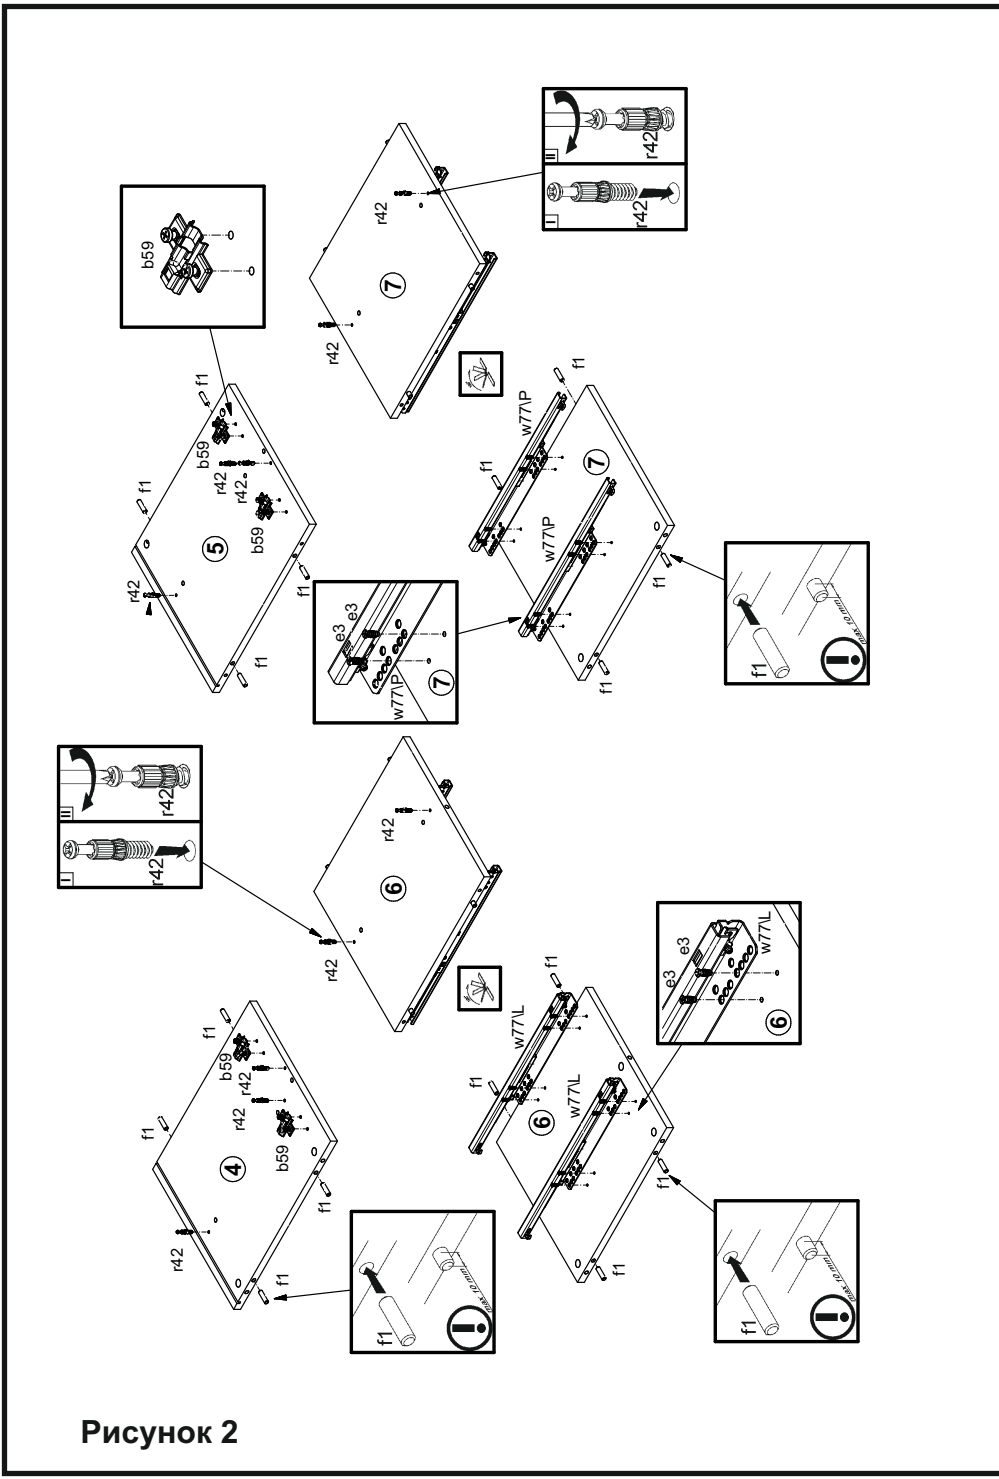
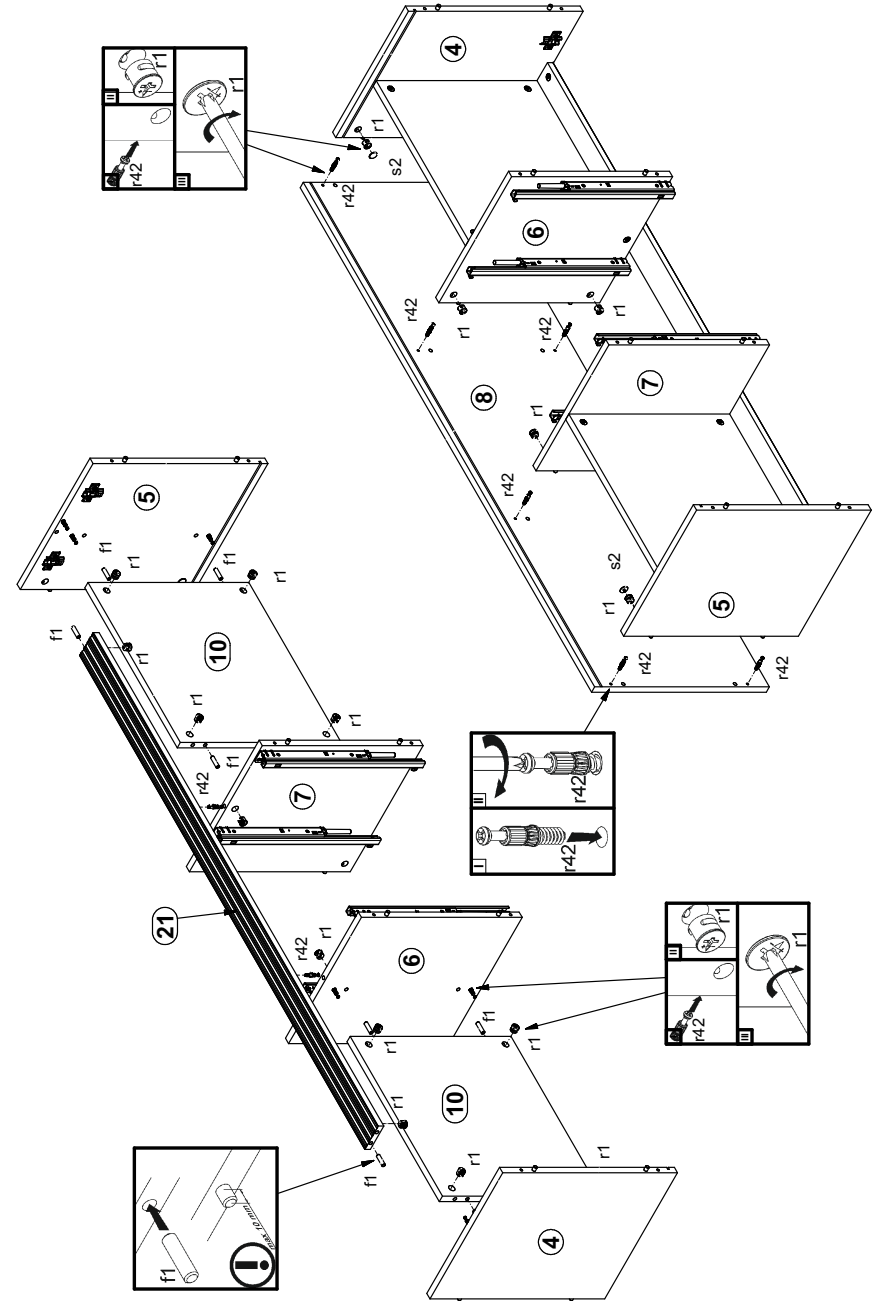

Рисунок 2
Рисунок 3
2. В отверстия Ø8 мм на верхних и нижних кромках стенок боковых 4, 5, стенок средних 6, 7 (см. рис. 2), на боковых кромках полок соединительных 10 (см. рис. 3), на боковых кромках планки декоративной 21 (см. рис. 3) вбить деревянные шканты f1.
3. В отверстия Ø5 мм на внутренних поверхностях стенок 4, 5 закрепить ответные планки петли b59 (см.рис. 2).
4. В отверстия Ø5 мм на внутренних поверхностях стенок 6, 7 закрепить направляющие w77P и w77L еврошурупами e3 (см.рис. 2).
5. В отверстия Ø5 мм на внутренних поверхностях стенок 4, 5, 6, 7 (см. рис. 2), на нижней поверхности щита 8 (см. рис. 3) вкрутить винты стяжки r42.
6. В отверстия Ø15 мм на нижних поверхностях полок 10 (см. рис. 3), на задней поверхности планки 14 (см.рис. 3), на боковых поверхностях стенок 4, 5, 6, 7 вставить стяжки эксцентриковые r1.
7. Соединить детали 4, 5, 6, 7, 10, 21 и затянуть стяжки эксцентриковые r1, пользуясь отверткой (см. рис. 3).
8. Присоединить щит 8 к стенкам 4, 5, 6, 7 и затянуть стяжки эксцентриковые r1, пользуясь отверткой (см. рис. 3). Стяжки эксцентриковые r1 на стенках 4, 5 закрыть заглушками s2.